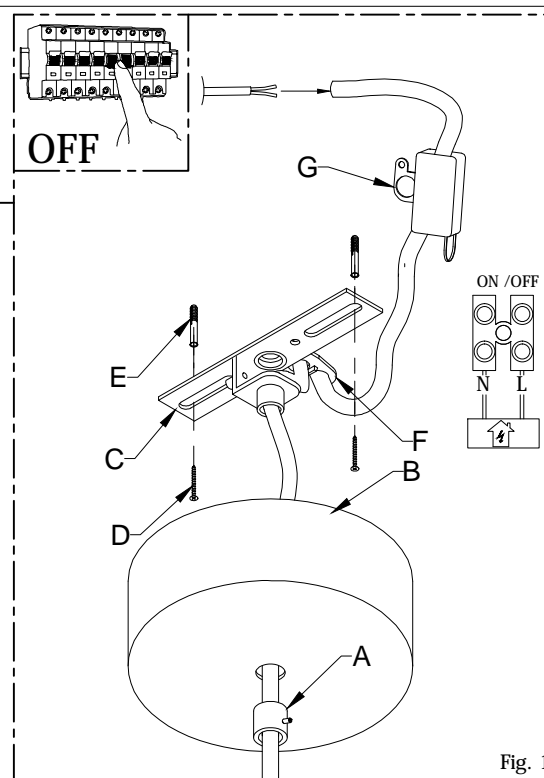

Fig. 1
- Svitare il particolare (A) e abbassare il rosone (B).(Fig. 1).
- Fissare la staffa (C) al soffitto mediante le viti (D) e i tasselli (E).(Fig. 1).
- Regolare la lunghezza del cavo fissandolo sul bloccacavo (F).(Fig. 1).
- Collegare i cavi di rete nel morsetto (G) rispettando le polarità.(Fig. 1).
- Appoggiare il rosone al soffitto. A posizionamento effettuato avvitare con cura il particolare (A).(Fig. 1).
- Unscrew the handle (A) and lower the canopy (B).(Fig. 1).
- Fix the bracket (C) with screw (D) and dowels (E) on the ceiling.(Fig. 1).
- Adjust the length of the cable securing the clamp (F).(Fig. 1).
- Connect the network cable into the terminal (G) according to the polarity.(Fig. 1).
- Place the canopy in the ceiling. Screw with care the particular (A).(Fig. 1).